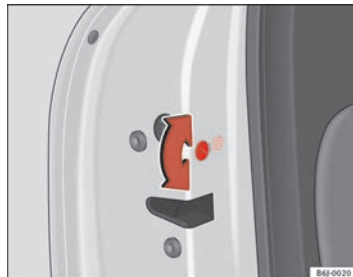

Abb. 40 Kindersicherung in der linken Tür
- Bei geöffneter Tür den Schlitz mit dem Fahrzeugschlüssel bei der linken Tür gegen den Uhrzeigersinn ⇒ Abb. 40 und bei der rechten Tür im Uhrzeigersinn drehen. ▶
- Bei geöffneter Tür den Schlitz mit dem Fahrzeugschlüssel bei der rechten Tür gegen den Uhrzeigersinn und bei der linken Tür im Uhrzeigersinn drehen ⇒ Seite 78, Abb. 40.